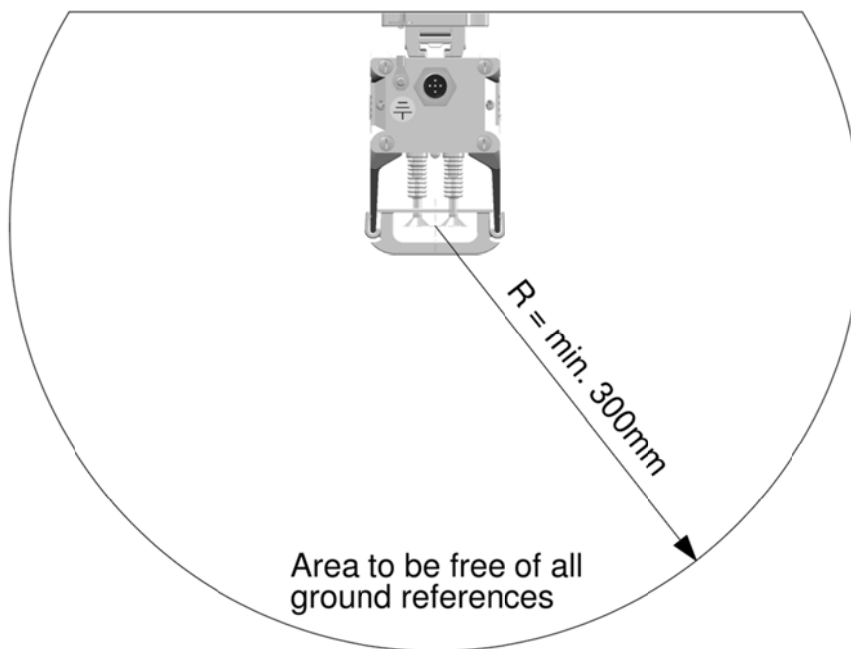

Abbildung 4
- **Siehe Abbildung 4 für die Mindestabstände.**